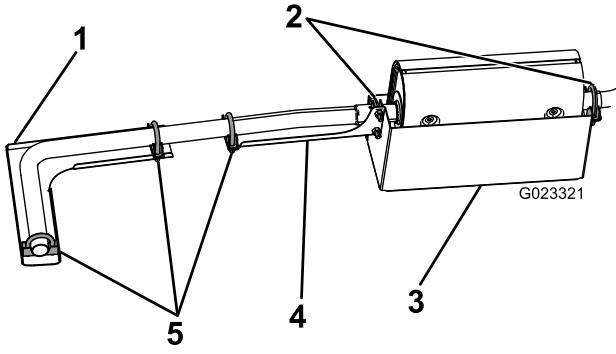

図 2
- 既存のマフラークランプを利用して、マフラーシールドの前部をマフラーに取り付ける図 2。
- 既存のマフラークランプを利用して、マフラー シールドの後部とテールパイプシールドの前部をマフラーに取り付ける図 2。
- マフラークランプを、Lシールドの端部に取り付け、その位置からクランプをテールパイプの端部までずらす図 2。